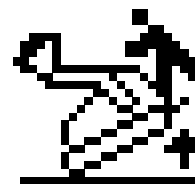

Figura 29
Cuando usted extiende los brazos de carga hasta el alcance máximo permitido para una altura de brazos y un peso de carga determinados, los brazos dejarán de extenderse y el InfoCenter mostrará el icono Smart Load (Figura 29).
4. Utilice herramientas manuales para girar las fijaciones en sentido antihorario hasta que el freno esté libre o hasta que no pueda girar más el tornillo (Figura 29).